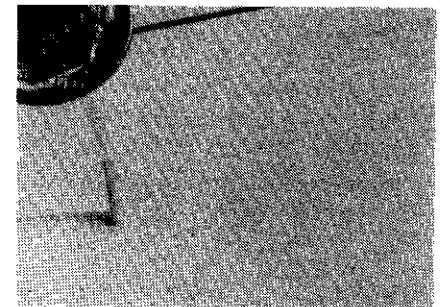

Fig. 6.
8. **Blistering** : Afladderen. De gel-coat komt over ganse delen los en er treedt blaasvorming op. Er is geen hechting meer met de onderliggende rovings. Dit wordt meestal veroorzaakt door binnendringende vochtigheid (Fig. 6).